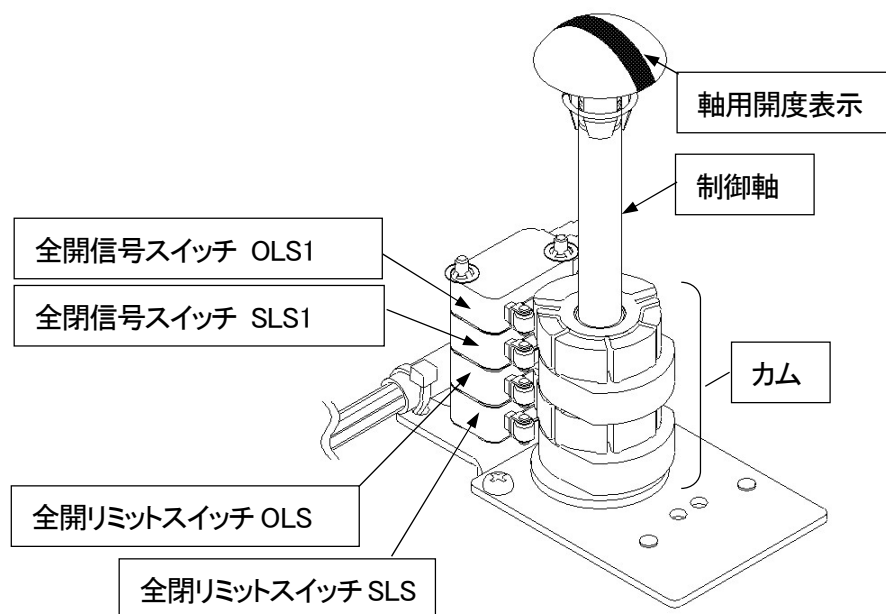

図 12-1 リミットスイッチ外観図
手順⑤ 軸用開度表示をまっすぐ上に引き抜いて制御軸から取り外します。「図 12-1 リミットスイッチ外観図」を参照ください